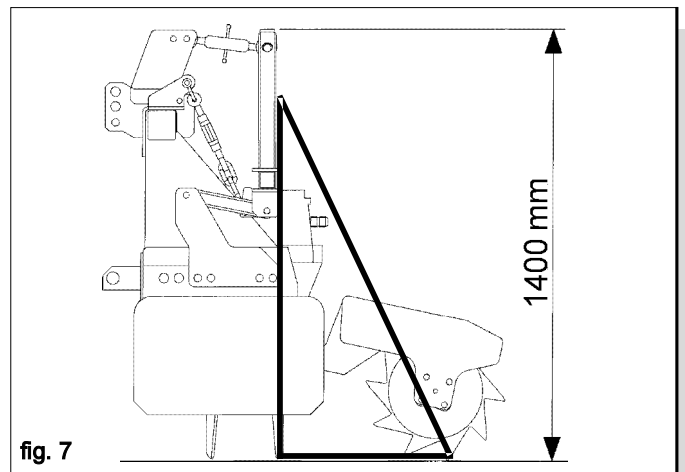
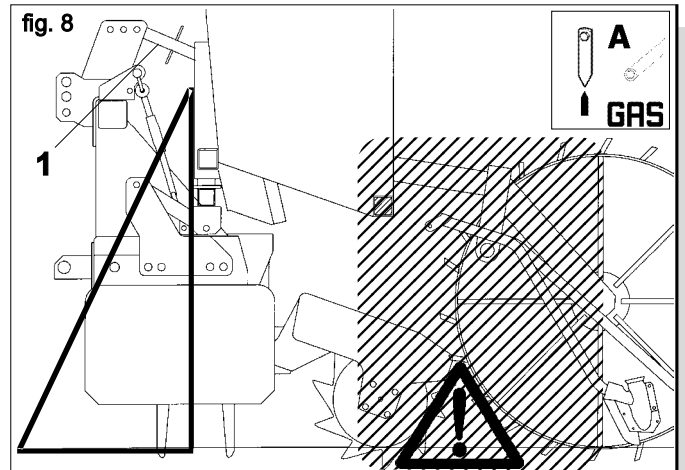

fig. 7
fig. 8
Bodenbearbeitungsgerät mit Walze auf festem und waagrechten Boden stellen (Fig. 8). Das Schnellkuppeldreieck über die Ketten und Spannschlösser verstellen, bis die angegebene Höhe bei Fig. 7 erreicht wird. Beachten Sie, dass das Dreieck mit dem Oberlenker senkrecht eingestellt wird.
- 3) Vor dem Anheben der Landwirtschaftsmaschine um diese mit der Sämaschine zu verkoppeln, ist darauf zu achten, daß keine Behinderungen aufgrund der mechanischen Maschinenteile der beiden Maschinen bestehen; dies gilt vor allem für den Bereich zwischen der hinteren Walze und den Auslegern der Saatgut - Verteilerschuhe (Abb. 8).
- 6) Auf dem Positionsanzeiger auf der links Seitenwand (A Abb. 8) überprüfen, daß sie in der richtigen Lage (senkrecht) ist und eventuell den dritten Punkt betätigen (1 Abb. 8).